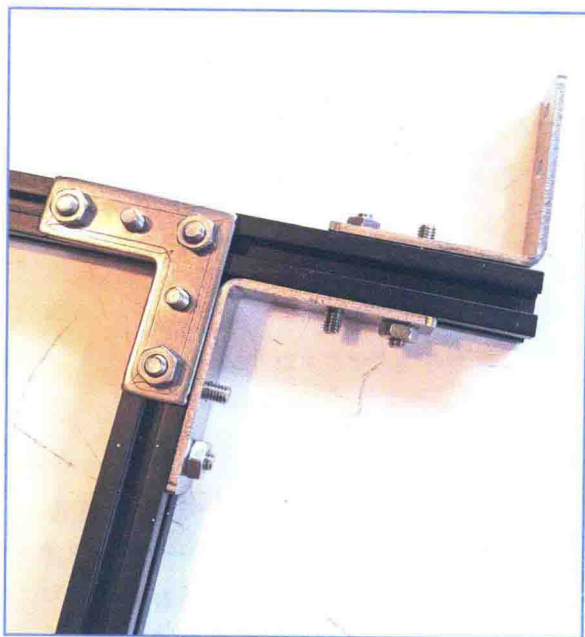

图 4.12 添加另一个托架
- d. 将 L 型托架连接到 100 毫米横梁的顶部，像图 4.12 那样放置。